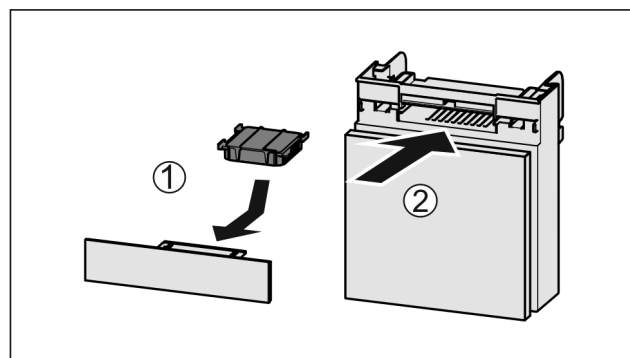

Fig. 58
- ▶ Wkładać Fig. 58 (1) filtr z węglem aktywowanym zgodnie z ilustracją.
- ▶ Wsunąć komorę Fig. 58 (2).